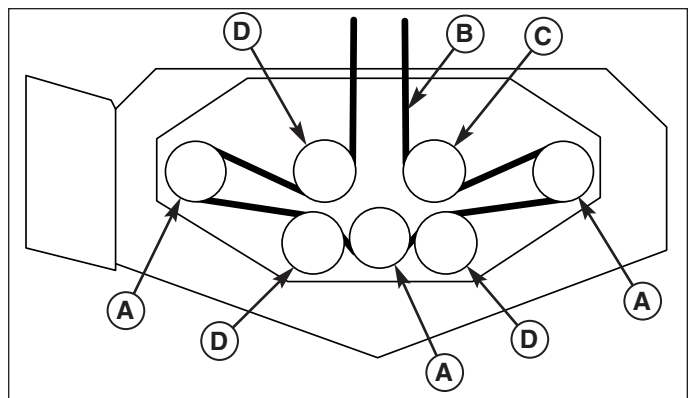

Figura 41. Direccionamiento de la banda del PTO de la podadora
4. Deslice la banda de tracción por el borde de la polea tensora estacionaria (B). Libere cuidadosamente la tensión sobre la barra hasta que el brazo tensor se detenga al topar contra la polea del huso central.
5. Quite la banda vieja y reemplácela con una nueva. Asegúrese de que el lado V de la banda corra por los surcos de la polea (Figura 41).